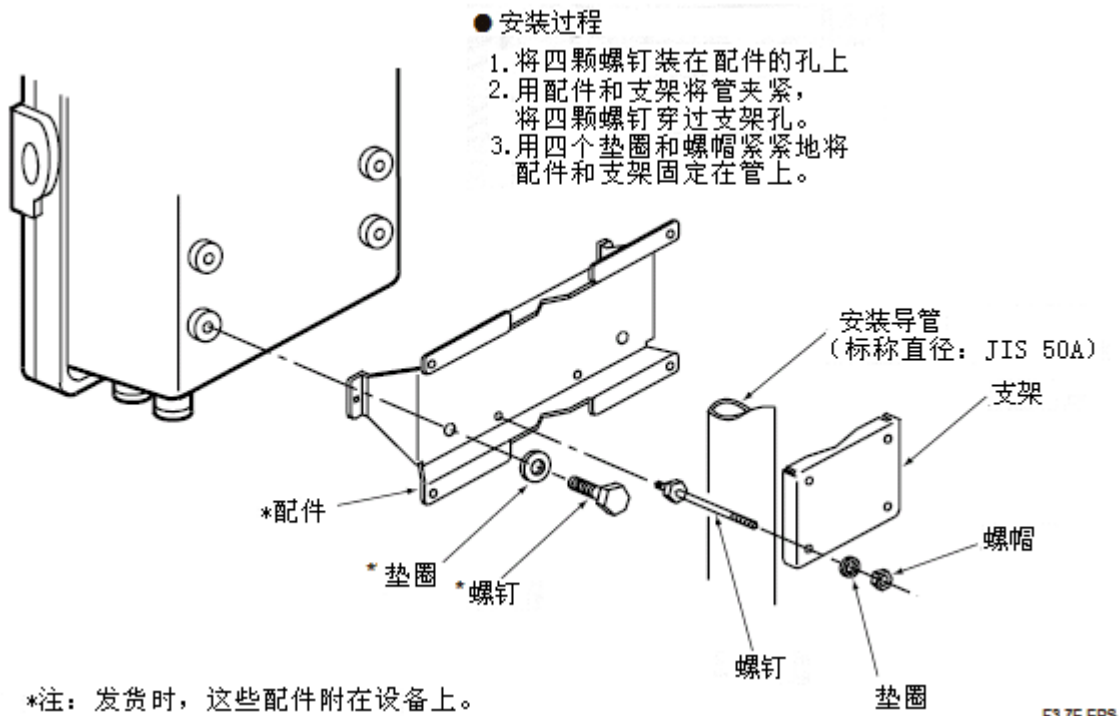

图 3.7 管式安装
- (1) 为安装变送器（变送器重约 6kg），准备足够长的垂直管（标称直径 JIS 50A: 外径 60.5 mm）。
- (2) 在配管上安装变送器。按图 3.7 所示的步骤牢固的安装配管上。